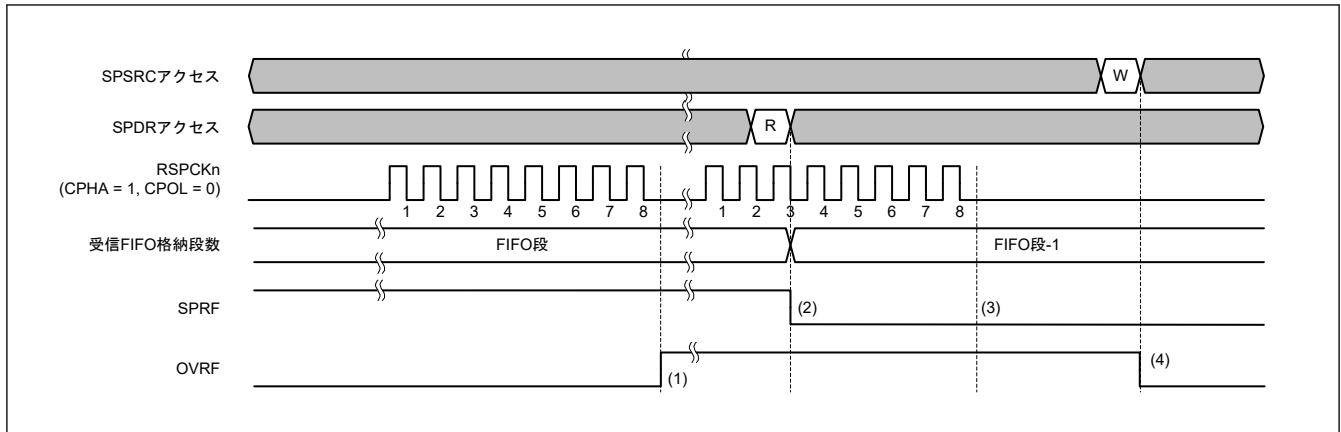

図 33.47 OVRF フラグおよび SPRF フラグの動作例
図 33.47 に OVRF フラグと SPRF フラグの動作例を示します。図 33.47 に記載した SPSRC アクセスと SPDR アクセスは、それぞれ SPSRC レジスタと SPDR レジスタへのアクセス状況を示しています。W は書き込みサイクル、R は読み出しサイクルを示しています。この例では、SPCMDm.CPHA ビットが 1、かつ SPCMDm.CPOL ビットが 0 の設定で、SPI は 8 ビットのシリアル転送を実行しています。RSPCKn 波形の下に記載した番号は RSPCK 周期の番号 (= 転送ビットの番号) を示しています。
以下に、図 33.47 の (1) ~ (4) に示したタイミングでのフラグの動作内容を説明します。